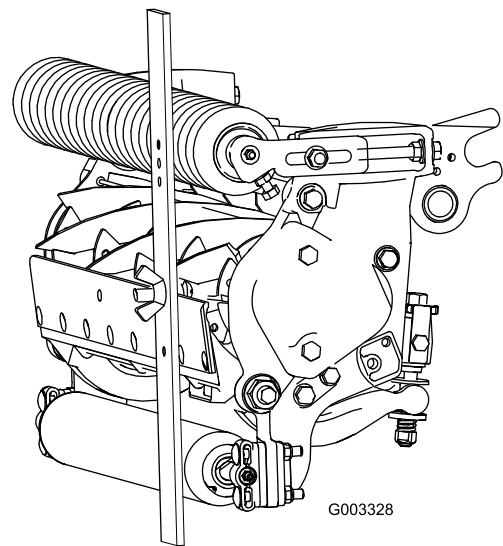

Figura 25
- Prenda a cabeça do parafuso à extremidade cortante da lâmina de corte e apoie a extremidade traseira da barra no rolo traseiro (Figura 25).
- Rode o parafuso de ajuste até que o rolo entre em contacto com a dianteira da barra indicadora (Figura 25). Ajuste ambas as extremidades do rolo até que todo o rolo esteja paralelo à lâmina de corte.